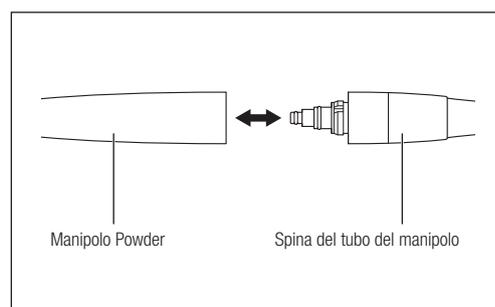

Fig. 9
2) Premere saldamente il manipolo Powder nella spina del tubo del manipolo (Fig. 9).